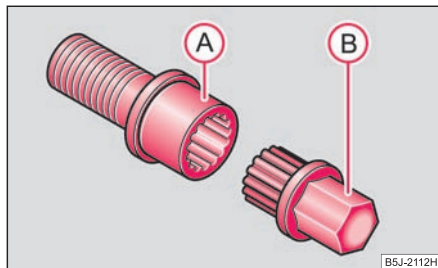

Fig. 194 Boulon antivol avec adaptateur
- Insérez à fond l'adaptateur (B) avec son côté denté de sorte que la denture intérieure du boulon antivol (A) puisse encore dépasser à l'extérieur du six-pan ⇒ fig. 194.
- Insérez la clé de roue à fond sur l'adaptateur (B).